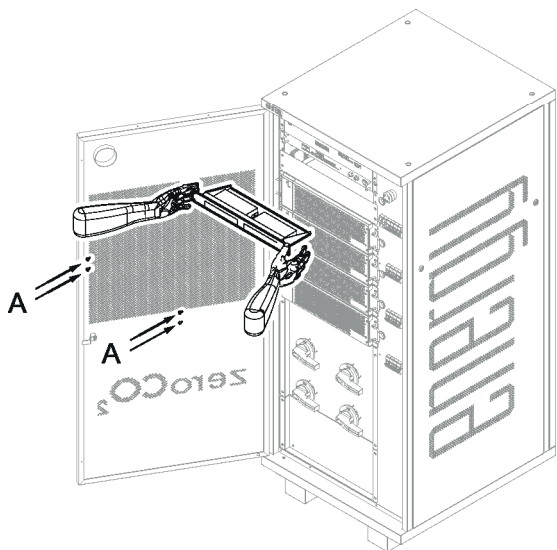

Fig. 7.14 - Sostituzione del modulo switch
- Fissare con le 4x viti M5 (A, Fig. 7.14) alla parte anteriore del rack.